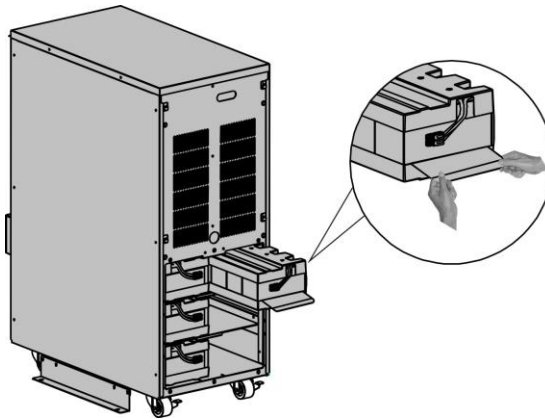

Fig. 8-3 Easy for Battery Replacement -Step 3
- 3) Wyciągnij battery pack z kabiny. Zobacz Fig. 8-3.